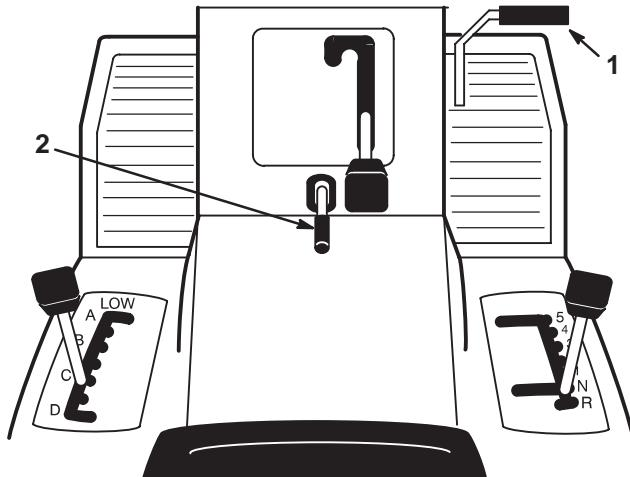

Bild 3
1. Drücken Sie das Kupplungs-/Bremspedal (Bild 3) durch und halten es in der gedrückten Position.
2. Ziehen Sie den Feststellbremsshebel (Bild 3) hoch und nehmen Sie den Fuß allmählich vom Kupplungs-/Bremspedal.
1. Drücken Sie das Kupplungs-/Bremspedal (Bild 3) herunter.